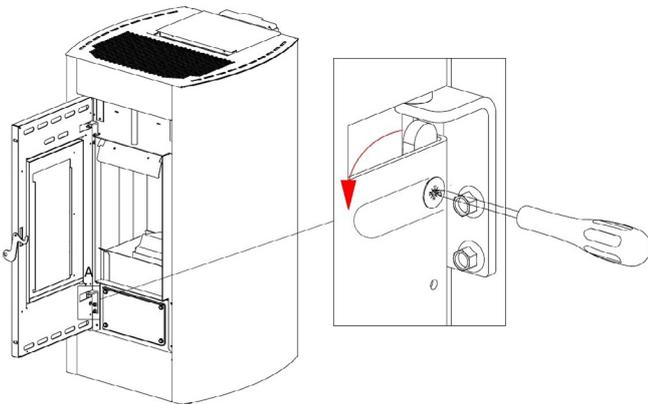

Fig. 24 - Entfernen der Schrauben
- Hebel mit einem Schraubenzieher in Pfeilrichtung drehen (siehe **Fig. 24 auf S. 20**).